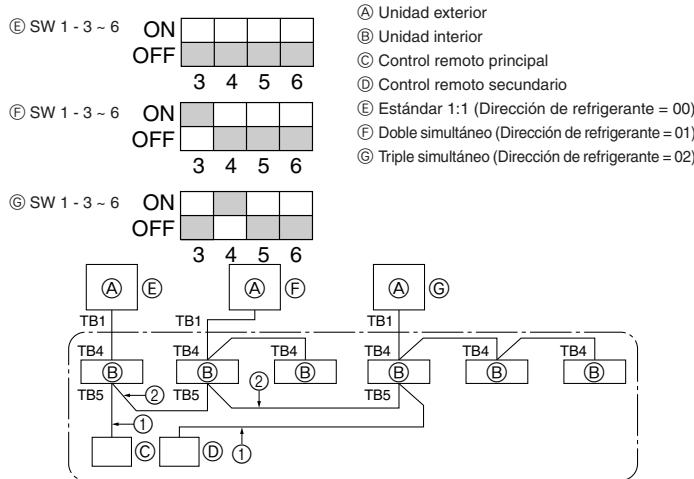

Fig. 10-1
① Fuente de alimentación (disyuntor).
② Despues de cerrar la válvula de gas, sitúe el interruptor SWP del cuadro de control de la unidad exterior en posición ON. El compresor (unidad exterior) y los ventiladores (unidad interior y exterior) se ponen en marcha y empieza el proceso de recuperación del refrigerante. Los indicadores LED1 y LED2 del cuadro de control de la unidad exterior están encendidos.
③ Dado que la unidad se para automáticamente al cabo de dos o tres minutos después de terminar el proceso de recuperación del refrigerante (LED1 y LED2 están encendidos), asegúrese de cerrar rápidamente la válvula de parada de gas. Cuando los indicadores LED1 y LED2 estén encendidos y la unidad exterior esté parada, abra completamente la válvula de parada de líquido y repita el paso tres al cabo de ② minutos.
④ Corte la corriente (disyuntor).
10. Sistema de control (Fig. 10-1)